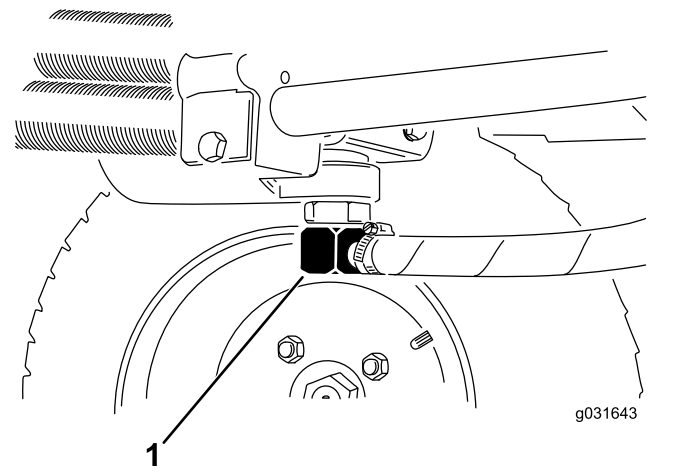
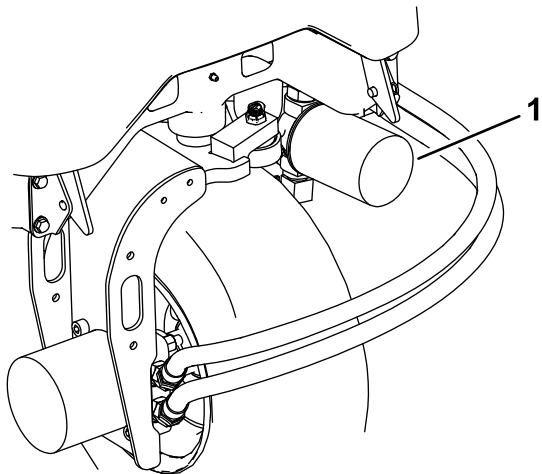

Figura 66
Figura 68
2. Desconecte as linhas hidráulicas ou retire o filtro hidráulico e deixe que o fluido hidráulico esorra para dentro de um recipiente de escoamento (Figura 68 e Figura 66).
3. Instale as linhas hidráulicas quando o fluido parar de escorrer (Figura 66).
3. Limpe em torno da área de montagem do filtro, coloque um recipiente de escoamento debaixo do filtro e retire o filtro (Figura 68).